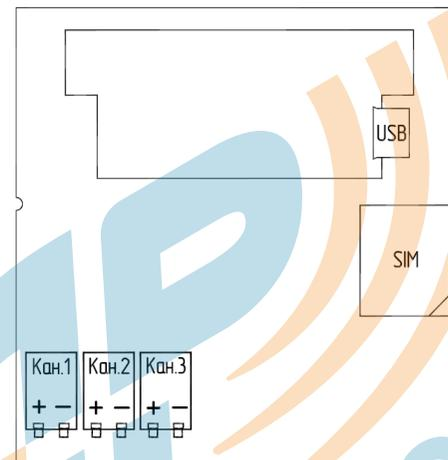

Рис.1 Схема клеммников счетчика
Счетчик представляет собой микропроцессорный прибор, выполненный в пластмассовом корпусе, предназначенном для крепления на стену. Подключение первичных преобразователей и интерфейсных цепей проводится к нажимным клеммникам, расположенным на плате. Схема клеммников приведена на рис.1.
8.1 Подключение выходных цепей преобразователей к счетчику производится с использованием клеммников в соответствии со схемой рис.1. При подключении импульсных датчиков, имеющих в своем составе диод, необходимо подключать провод, обозначенный как «+» к контактам «+ Кан. X» а провод, обозначенный как «-» к контактам «- Кан. X».